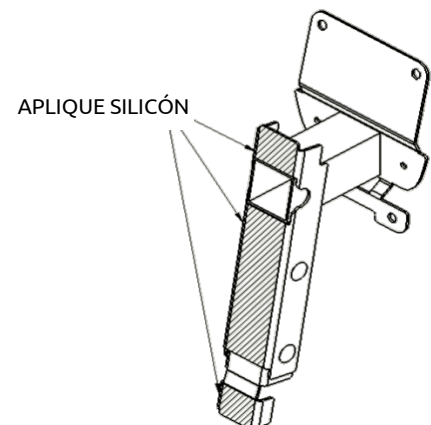

Figura 13
- d. Con ayudante adentro del camión, instale los (12) tornillos hexagonales ¼-20 x 1" con arandelas planas a través de los agujeros perforados y las placas de respaldo CBPD/CBPP, y sujete con arandelas planas y tuercas por adentro, no apriete aún.
- f. Apriete bien asegurados los (12) tornillos ¼-20 x 1" ahora.
- a. Aplique silicón a las caras centrales del soporte (vea la figura 13)
- c. Extienda totalmente todos los (3) LVM